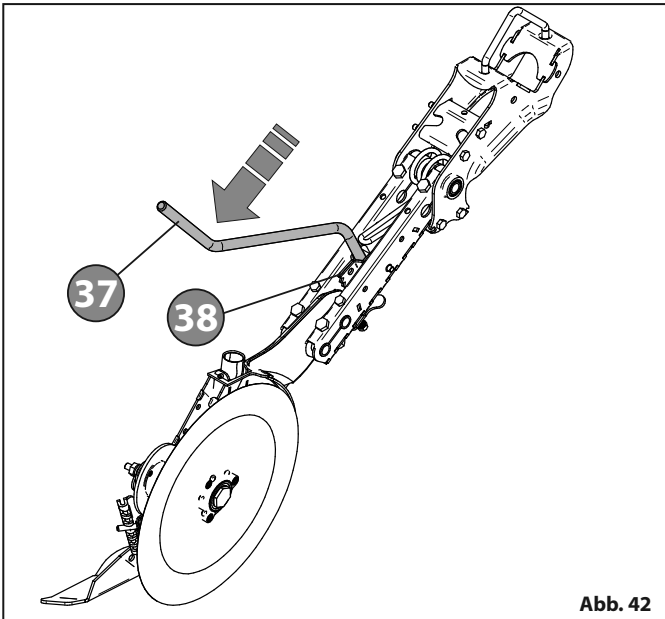

Abb. 42
- Setzen Sie den mitgelieferten Hebel **37** auf dem Einstellring **38** ein "Abb. 42".
- Schieben Sie den Hebel **37** nach unten, um die Saattiefe zu **ERHÖHEN** "Abb. 42".
- Zum **VERRINGERN** der Saattiefe setzen Sie den Einstellhebel **37** auf dem Einstellring **38** ein "Abb. 42".